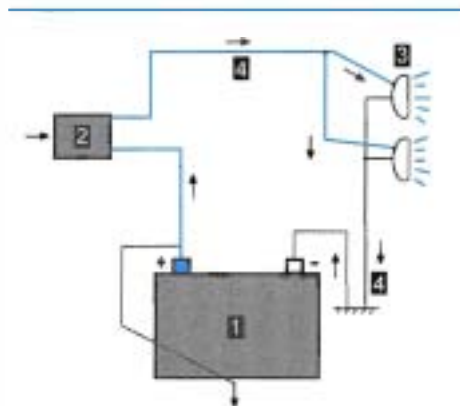

Figure 19.1 • Principe du système d'éclairage.
■ Que comprend le système d'éclairage (figure 19.1) ?